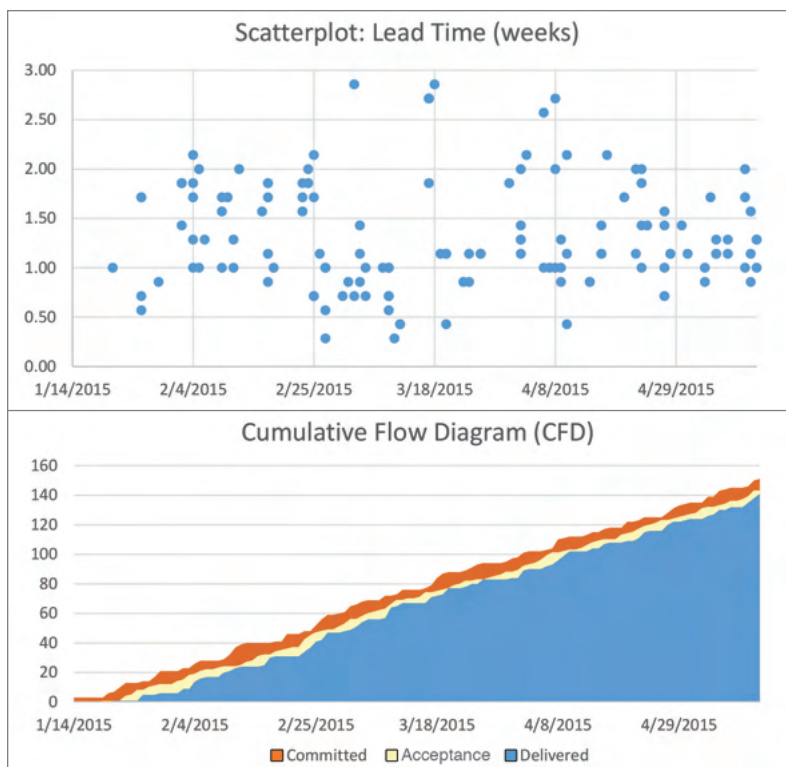

Figure 13 Gráficas complementarias de los mismos datos de flujo
- **Diagramas de dispersión** (Scatterplots) de los tiempos de entrega (ver Fig 13).
- **Diagramas de flujo acumulado** (CFD, Cumulative Flow Diagram), que muestran el número acumulado de llegadas y salidas en un proceso o en las partes de un proceso (ver Fig 13).